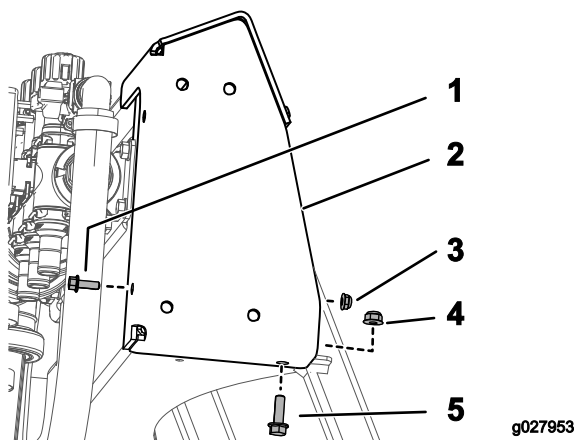

Figura 2
1. Montate la staffa superiore servendovi di 1 bullone (1/4-20 x 3/4 poll.), 1 dado (1/4-20 poll.), 1 bullone a testa esagonale flangiata (5/16-18 x 1 poll., GR5) e 1 dado flangiato (5/16-18 poll.) come illustrato in Figura 2.